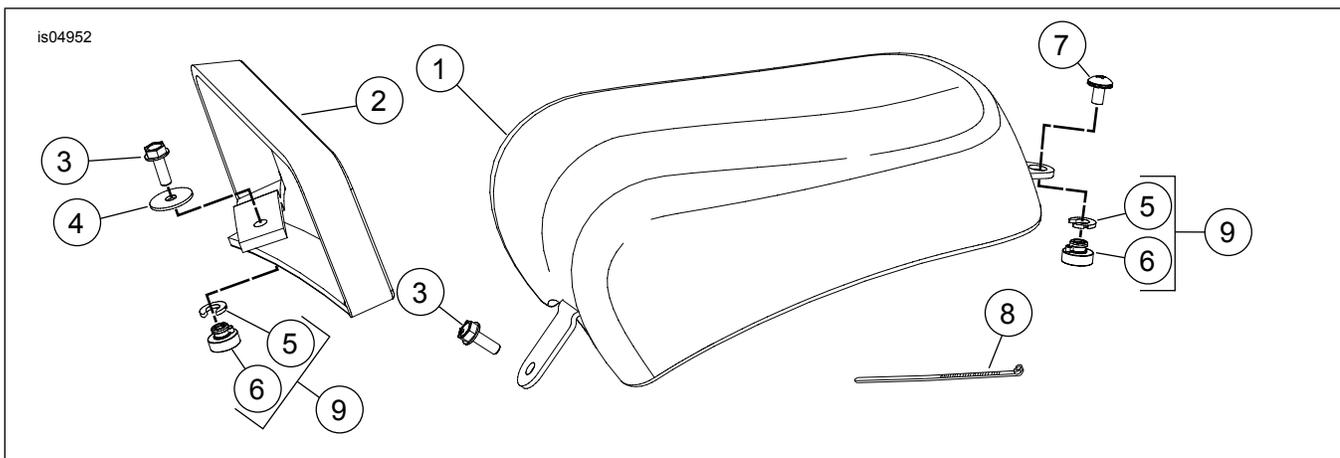

Figura 5. Ricambi per il sellino del passeggero dei modelli FLSTSB
Vedere Figura 5 e Tabella 1.
4. Vedere Figura 5. Installare la nuova cinghia di appiglio (2) con la rondella (4) e la vite a testa cilindrica (3) nel dado di fissaggio anteriore. Serrare la vite ad una coppia di 11–18 N·m (8–13 ft·lbs).